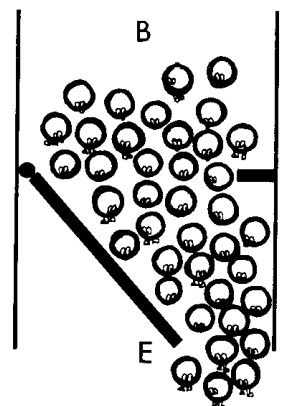

Abb. 56
Bestimmt fällt dir wieder ein, daß du mit einem anderen Bauteil bereits dieselbe Erfahrung gemacht hast, nämlich mit der Diode. Wenn ein Transistor nur mit den beiden Anschlüssen B – das ist die Abkürzung von **Basis** – und E – das ist der Anfangsbuchstabe des Wortes **Emitter** – in einen Stromkreis geschlossen wird, wirkt er wie eine Diode. Betrachte die Abb. 56: Strömen die Elektronen von der einen Seite (B) auf das Tor zu, öffnet es sich sofort. Das geschieht, wenn der Minus-Pol der Batterie mit dem Anschluß B (Basis) verbunden ist. Durch den Widerstand, die Lampe und über den Schalter können sie zur Batterie zurückkehren.